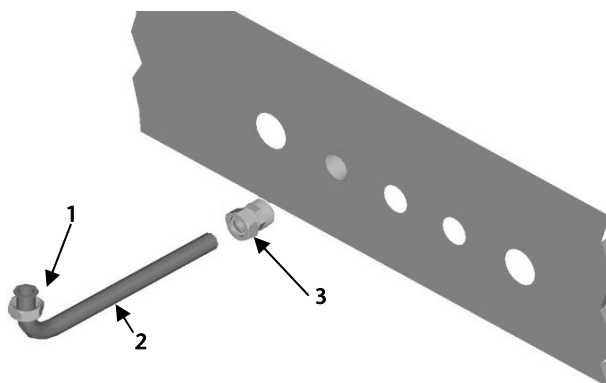

Fig. 6
- Utilizzare i relativi girelli (n° 1 in Fig. 6) per collegare i tubi (n° 2 in Fig. 6) presenti nel kit
- Utilizzare i raccordi tipo "bicono" (n°3 in Fig. 6) per collegare i tubi alle connessioni "femmina" a parete.